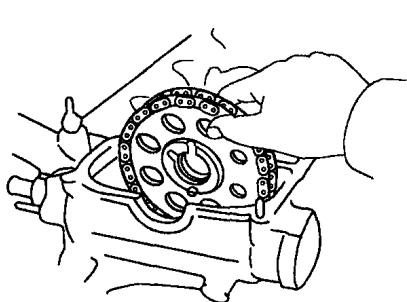

图 1-11 拆下凸轮链轮和链条
5) 从凸轮轴拆下凸轮链轮和链条，留下滑履和减振板，如图 1-11 所示。
(7) 拆下气缸盖